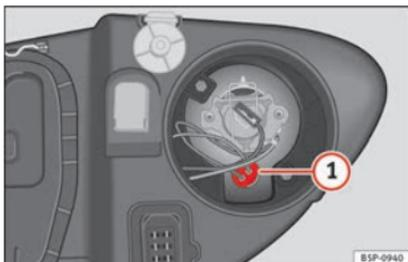

Fig. 183 Luz de población.
- Extraiga el portalámparas » fig. 183 (1) hacia fuera.